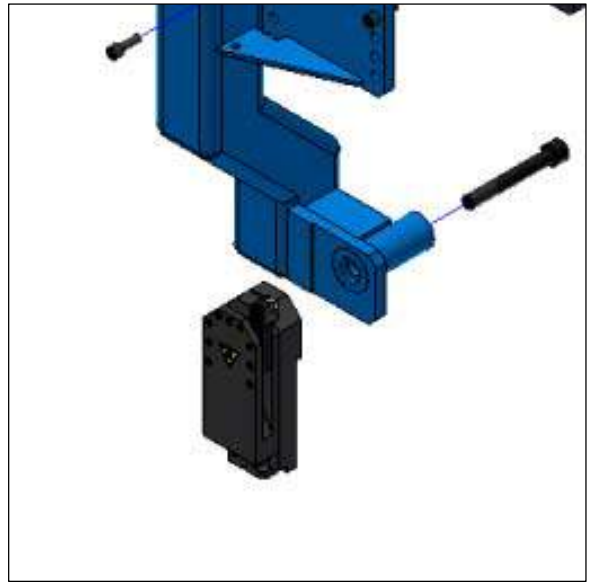

Figura 23. Detalle del conjunto del cabezal portaherramientas
1. Acople el cabezal portaherramientas al accesorio de la cara posterior utilizando el tornillo cilíndrico M20 y la arandela plana que se usa para sujetar el cabezal portaherramientas al brazo radial (véase Figura 23). Apriete el tornillos cilíndrico a 135 pies-lb (185 Nm).